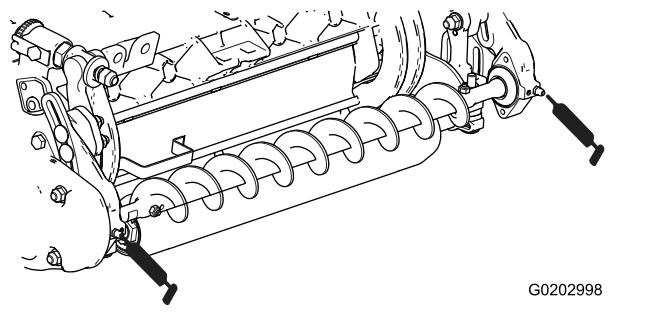

図 28
41. 左右のローラブラシベアリングハウジングのグリス注入部から、No.2汎用リチウム系グリスを注入する図 28。